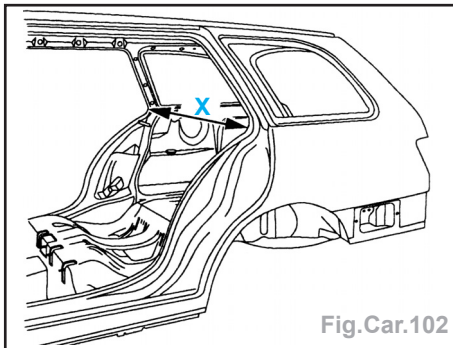

Fig.Car.102
- Contrôler la distance X = 1360 ± 1 mm (Fig.Car.102).